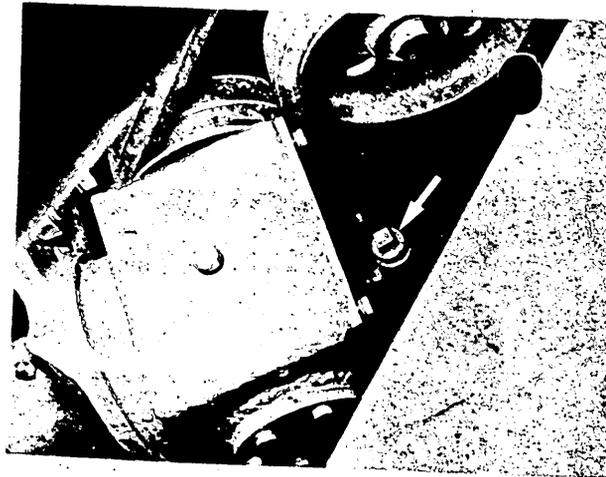

Fig.3
- Niveau d'huile du boîtier Fig. 3 (SAE 90)